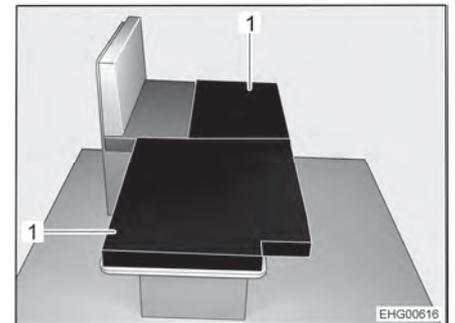

Fig. 53 Après la transformation
- Placer les deux coussins supplémentaires (Fig. 53,1) comme illustré sur la table abaissée.